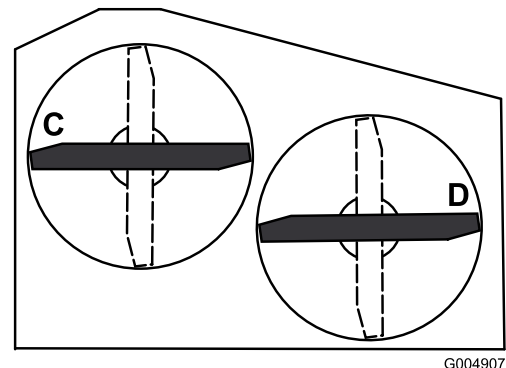

Figura 70
4. Para carcasas de corte de 36 pulgadas, consulte la Figura 70.